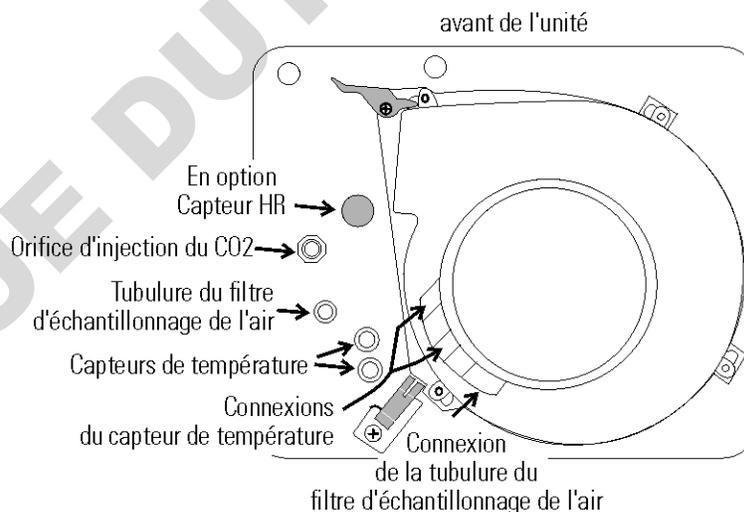

Figure 5-4. Plafond de la cuve, vue de dessous
Sur les incubateurs IR, la lumière rouge du module IR (voir Figure 5-4 l'emplacement de la carte du module) est allumée en continu si la communication est perdue entre la carte de CO₂ et la tête du capteur. Le bloc d'affichage du CO₂ est bloqué à 00,0 sans injection. L'arrêt, puis la remise sous tension de l'incubateur n'efface pas l'alarme. Seul un rétablissement des connexions correctes entre les composants supprime l'alarme.
16. Tirez précautionneusement vers le bas les capteurs de température et la tubulure du filtre d'échantillonnage de l'air jusqu'à ce qu'ils puissent être introduits d'environ 2,5 cm dans les orifices appropriés à l'arrière de la spirale du ventilateur. Le cas échéant, placez le capteur de HR en option dans le clip sur le conduit supérieur. Voir Figure 5-4.